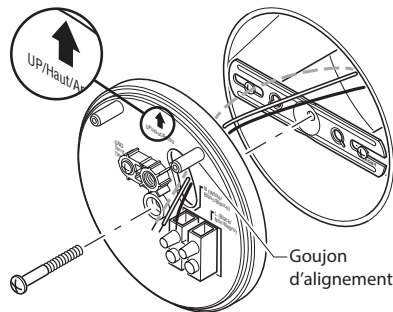

Figure 3
3. Acheminez les fils de la boîte de jonction à travers le trou de la plaque de montage (voir la Figure 3).
4. Placez la plaque de montage contre la boîte de jonction (voir la Figure 3).
5. Insérez le petit boulon de fixation à travers le trou de la plaque de montage situé en-dessous du trou taraudé. Vissez ce boulon dans le trou central du support de montage (voir la Figure 3). Serrez solidement le boulon.
2. Alignez les deux goujons d'alignement de la plaque de montage (voir la Figure 3) avec les deux trous d'alignement à l'arrière du luminaire, puis enfoncez le luminaire sur la plaque de montage.